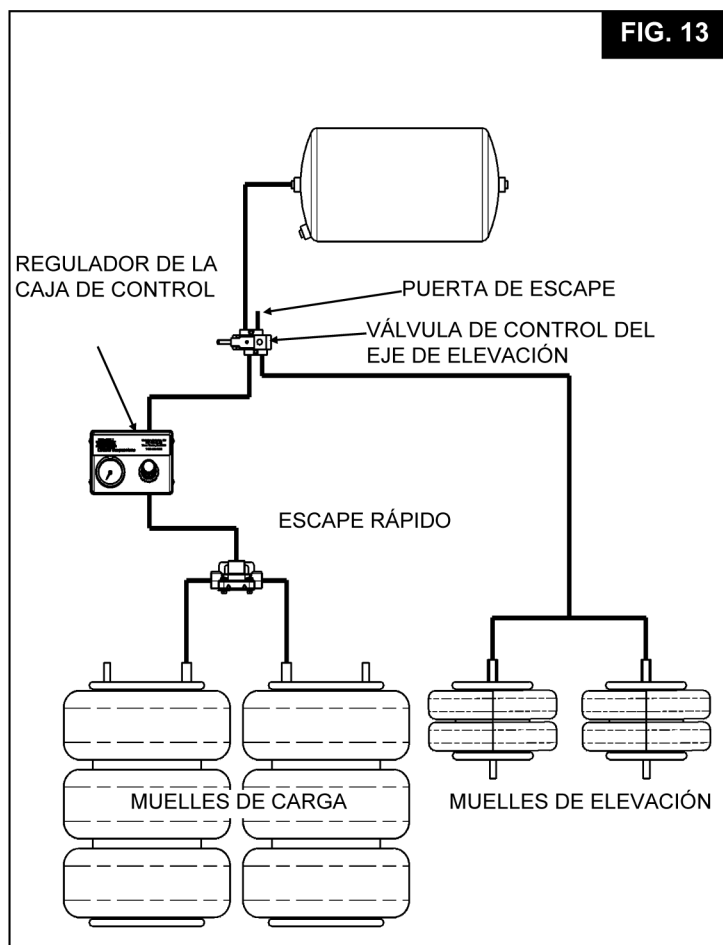

FIG. 13
13.1 Conecte los muelles de carga y elévelos al sistema de control de aire (vea un ejemplo de configuración típica en la Fig. 13).